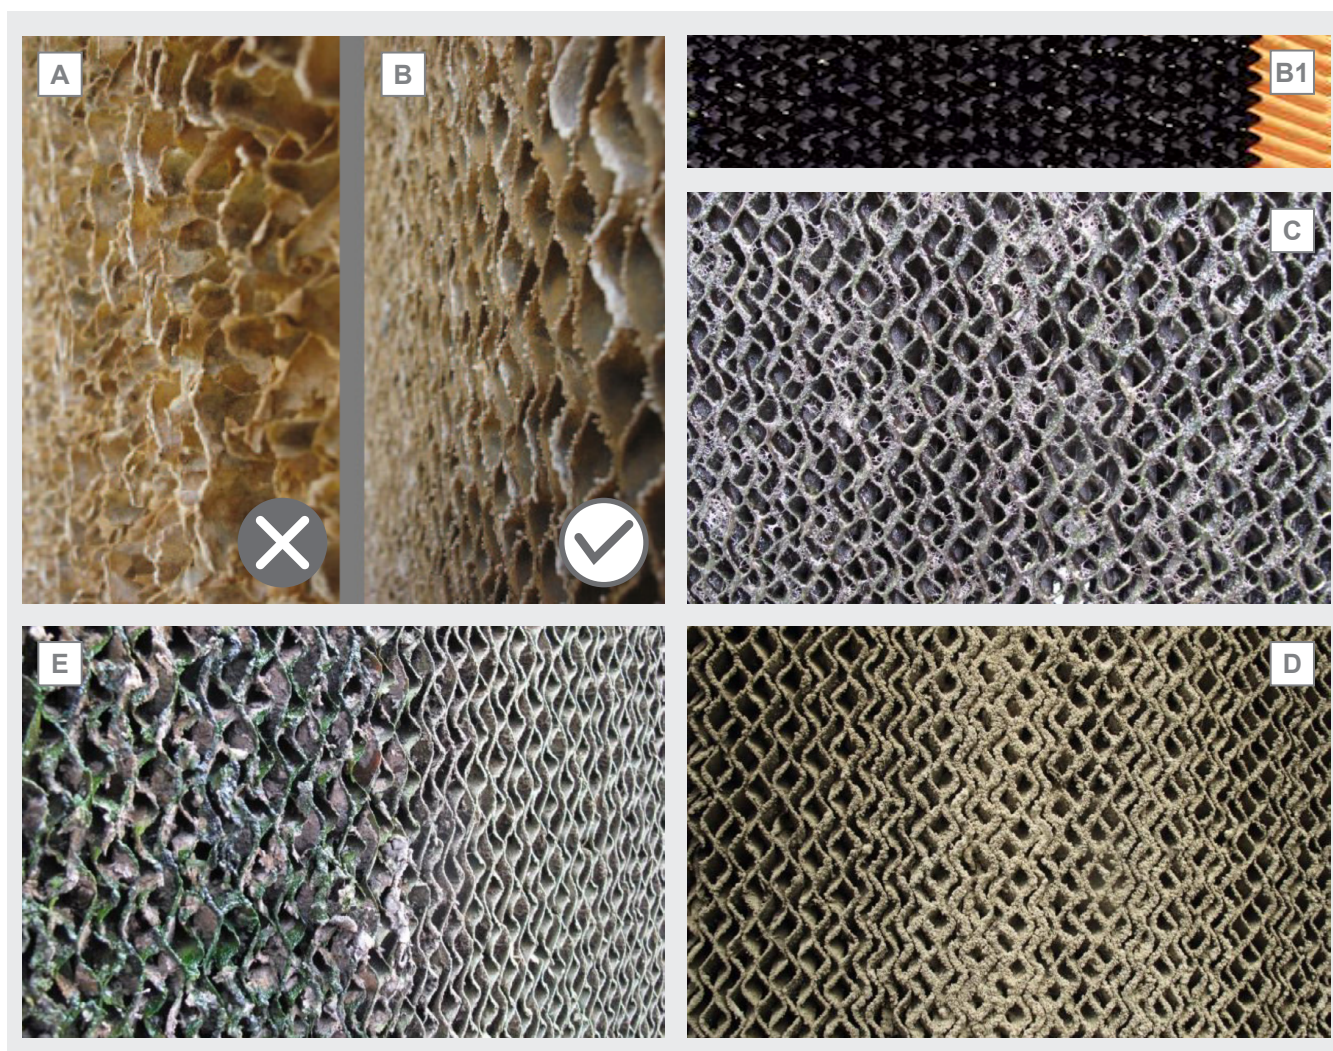

Figura 18
- 12.11.4 Si están desgastados, incrustados con cal o suciedad de cualquier tipo, los paneles de cartón deben sustituirse para no perjudicar el rendimiento del modelo. En caso necesario, póngase en contacto con Modine. Elimine los paneles de cartón desgastados de acuerdo con la normativa vigente. Véase la Figura 18 A como ejemplo de un panel de cartón desgastado que debe sustituirse, la Figura 18 B como ejemplo de un panel en buen estado. Véase la Figura 18 C como ejemplo de un panel que necesita limpieza (limpieza rutinaria). Si es necesario, se puede dotar a los paneles de un tratamiento superficial que impida la adhesión de biofilm y sales precipitadas: el tratamiento superficial puede influir positivamente en el tiempo de mantenimiento de los paneles, en su durabilidad y facilitar su limpieza. Véase la Figura 18 B1.
12.11.16 En el caso de un panel con incrustaciones de cal o silicatos (véase la Figura 18 D) o con colonias de algas o bacterias (véase la Figura 18 E), se puede hacer lo siguiente: enjuague el panel con agua a baja presión y frote la superficie con un cepillo de cerdas suaves. Enjuague el panel con agua a baja presión.